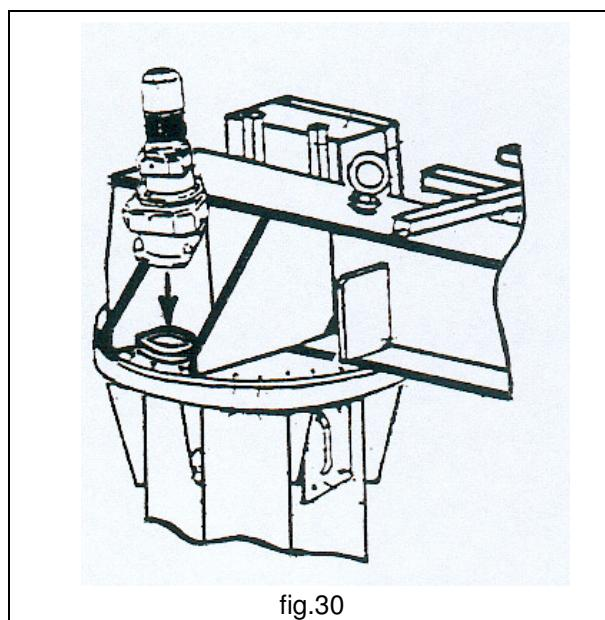

fig.30
6. Montare il riduttore (controllare che i denti del pignone siano ingrassati) inserendolo nella sua sede e verificare che lo stesso sia perfettamente assestato nella sua flangia di centraggio saldata sul braccio (fig.30). Se questa operazione è resa difficoltosa, dal non perfetto allineamento delle dentature del pignone e della ralla, occorrerà ruotare leggermente il braccio o il motorriduttore fino al punto in cui si avrà un corretto accoppiamento delle dentature.